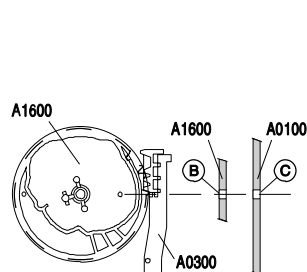
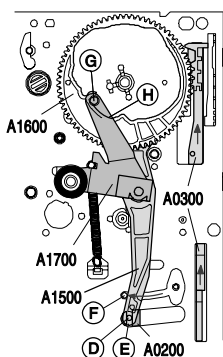

Fig. 11
Fig. 12
- Andruckrolleneinheit (Pos. A1700, Fig. 12) so einsetzen, dass der Stift G in der Führung H des Kurvenrades Pos. A1600 ist.
- Ladeschieber (Pos. A0300, Fig. 12) einsetzen und bis hinteren Anschlag schieben.
- Hebel (Pos. A1500, Fig. 12) so einsetzen, dass der Stift D in die Aussparung E des Schiebers (Pos. A0200) eingreift.
- Hebel (Pos. A1500, Fig. 12) bis Anschlag F schieben und halten. Kurvenrad (Pos. A1600) so einsetzen, dass sich das Loch B (Fig. 11) über dem Loch C des Laufwerkträgers befinden. Dabei muss der erste Zahn des F/L-Schiebers (Pos. A0300) in die erste Lücke des Kurvenrades eintauchen.